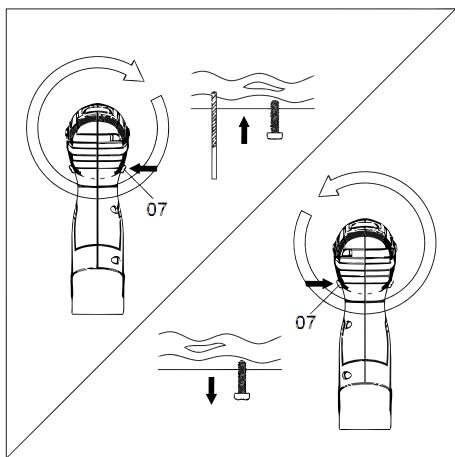
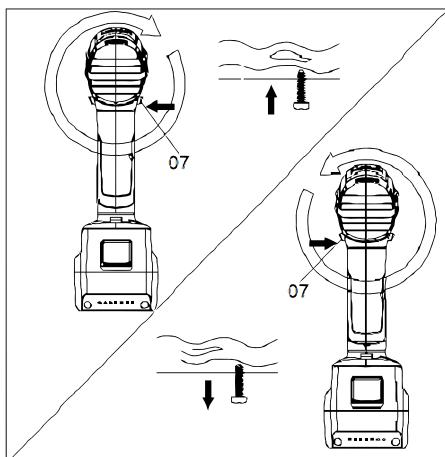

Fig. 10 – Modelo PFV 108
Fig. 11 – Modelos PFV144 e PFV180
Después de que el motor esté parado seleccione el sentido de rotación en el botón de reversión (7), según muestra la Fig. 10 y Fig. 11.
Después de la finalización de las tareas, en el depósito y también en las manutenciones del atornillador/taladro posicione el selector de sentido de rotación (7), Fig. 10 y Fig. 11, en la posición central, de esta forma el interruptor de accionamiento (4) quedará trabado en la posición apagado lo que evitará accionamientos involuntarios.